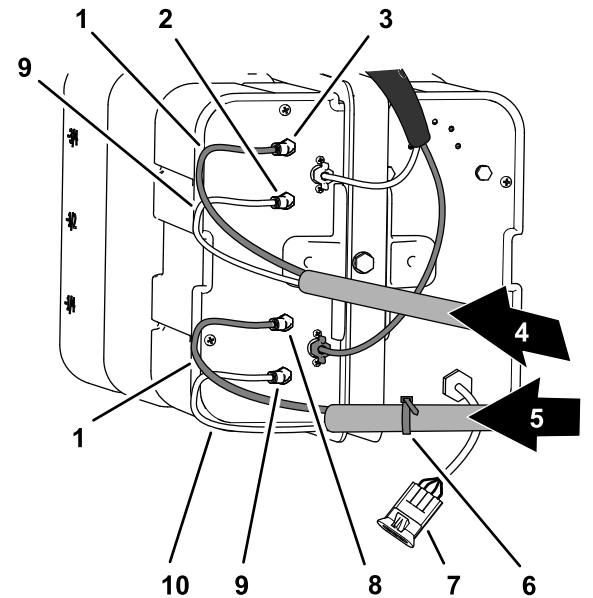

図 16
1. フォームマーカークイット用の接続パネルで、右側ブーム用の透明チューブと青色チューブをケーブルタイで固定する 図 16。